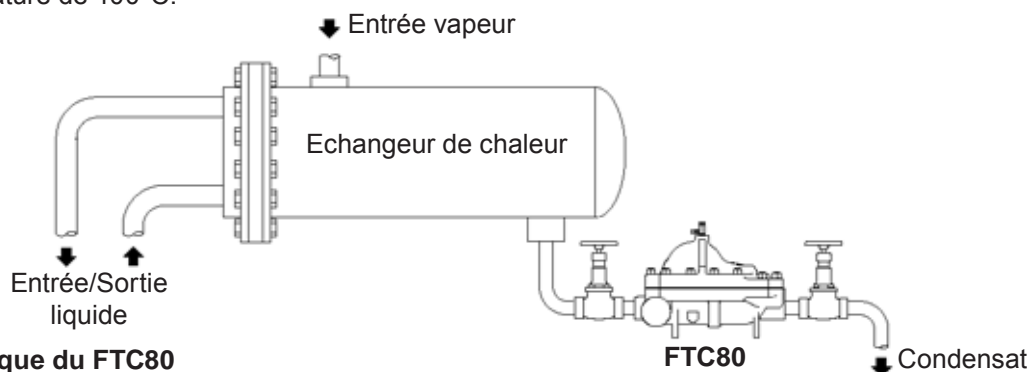

Fig. 2 Installation typique du FTC80
- 3.3 Déterminer la bonne implantation de l'appareil, le sens d'écoulement du fluide doit être clairement marqué sur le couvercle de l'appareil. Installation-type, voir la Figure 2. Lorsque le purgeur décharge dans un circuit fermé, il est recommandé d'installer un clapet de retenue en aval.
- 3.6 Le purgeur doit être monté aussi près que possible de la sortie de l'installation à purger sous peine de provoquer un bouchon de vapeur et un joint d'eau. Le purgeur doit être monté sous la sortie, avec un petit coude le précédant (typiquement de 150 mm). Voir la Figure 2. S'il est impossible de monter un coude, la vapeur peut s'écouler avec du condensat en partie inférieure du tuyau et atteindre le purgeur (sous des conditions de faible débit).